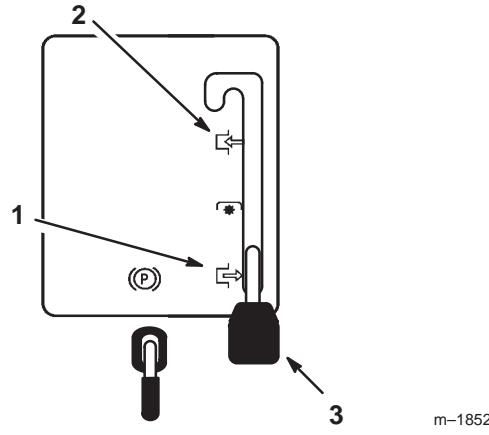

Bild 5
2. Stellen Sie den Zapfwellenantrieb auf Einkuppeln (Bild 5).
2. Stellen Sie den Zapfwellenantrieb auf Auskuppeln (Bild 5).